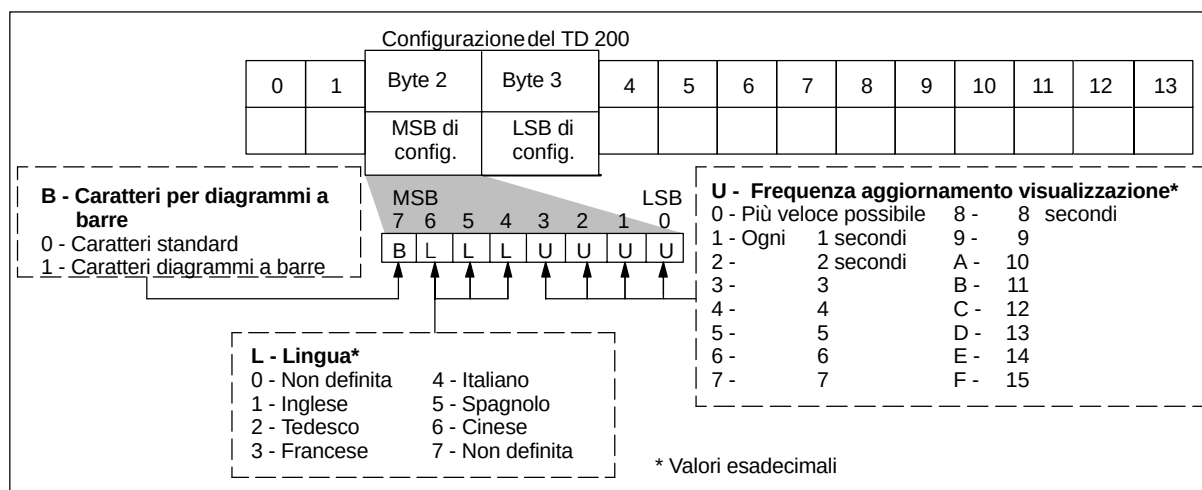

Figura D-3 Informazioni contenute nel byte 2 del blocco di parametri del TD 200
Il byte 2 del blocco di parametri del TD 200 consente di configurare la lingua desiderata e la frequenza di aggiornamento. La figura D-3 indica le informazioni contenute nel byte 2 del blocco di parametri.
- **(L) Lingua:** selezionando questa opzione si imposta la lingua di visualizzazione dei menu del TD 200.
- **(U) Frequenza di aggiornamento:** questa opzione consente di determinare la frequenza con cui il TD 200 effettua il polling della CPU S7-200 per individuare i messaggi da visualizzare. Il tempo di aggiornamento effettivo può essere più lungo poiché dipende dalla dimensione del messaggio e dall'elaborazione necessaria.
- **(B) Caratteri per i diagrammi a barre:** questa opzione permette di utilizzare caratteri che consentono di visualizzare i grafici a barre nel TD 200. Vedere l'appendice A. L'opzione è valida solo se si sta utilizzando il set di caratteri originale del TD 200 (vedere "B" nella figura D-3.)